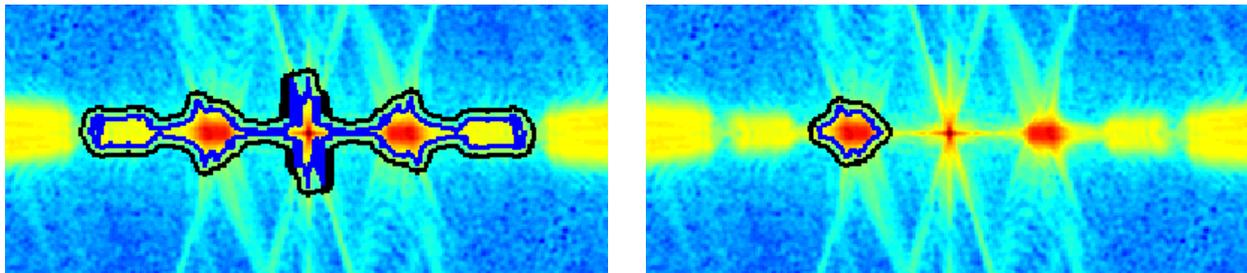

Figura 3.9: Profilo di un filtro costruito secondo la FFT nel caso di soglia troppo bassa (sinistra) e nel caso di valore correttamente impostato (a destra).
- Cursore "Soglia di taglio guida": è la percentuale che viene applicata al valore del picco di massimo della FFT. Essa quindi determina la curva di livello su cui fare passare il taglio che diventa esterno (e quindi "1° Taglio") o interno (e quindi "2° Taglio") a seconda della spin box "TG = Taglio 1" o "TG = Taglio 2" scelta come di seguito descritto. In figura 3.9 è mostrato a scopo esemplificativo un filtro con valore di soglia troppo bassa (a sinistra) e quindi inefficace, in quanto includente la componente continua; il valore di soglia impostato correttamente genera invece il filtro mostrato a destra.